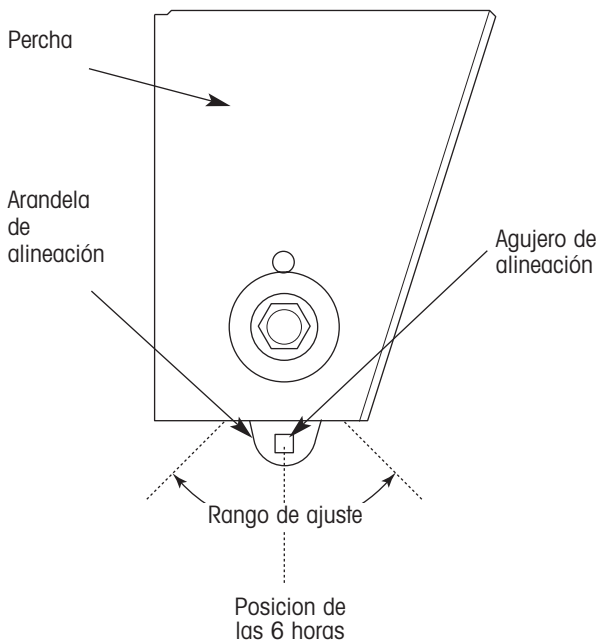

Figura 27. Detalles de orientación de la arandela de alineación estilo AdvANTage
3. Inspeccione la orientación de ambas arandelas de alineación (figura 27). El extremo con el agujero de alineación debe estar en la posición de las 6 horas (debajo de la percha), el centro del rango de ajuste.